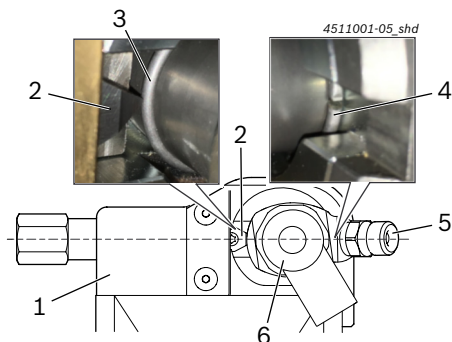

Fig. 5: Augstspiediena pieslēgums (poz. 5) preti grozāmajai griešanas platei (poz. 2)
7. Iebīdīet CRI, kā parādīts Fig. 5, līdz galam demontāžas instrumentā un turiet šajā pozīcijā.
- ⇒ Sprostgredzens (Fig. 5, poz. 3) ir novietots precīzi grozāmās griešanas plates (Fig. 5, poz. 2) augstumā.